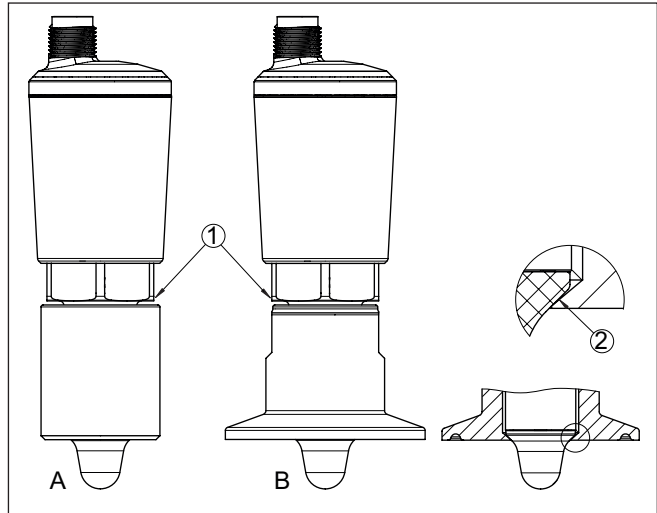

Fig. 4: VEGAPOINT 11, 21, 31 en version hygiénique
C'est pourquoi il est absolument impératif de respecter le couple prescrit. Il reste ainsi une légère fente (1) en dessous de l'hexagone [fig. 4].